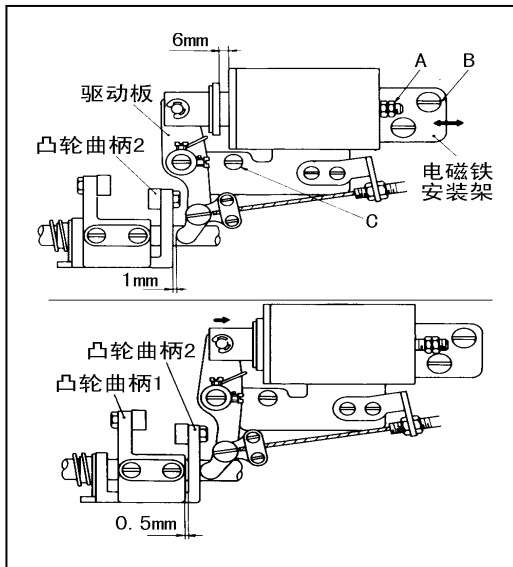

图 34
4) 安装剪线电磁铁 (图 34):
- (1) 剪线电磁铁的行程:
- (2) 安装剪线电磁铁:
- c. 电磁铁工作时，凸轮曲柄 1 与凸轮曲柄 2 之间会有 0.5mm 的间隙，这是标准的情况。如需调整可以如图 34 所示箭头方向滑动电磁铁安装架。